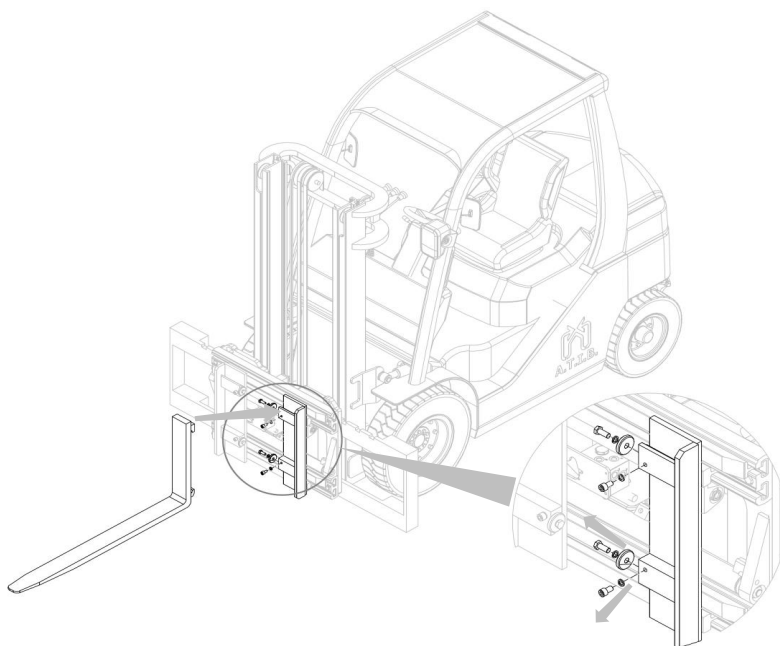

Figura 9
1. Aplicar las horquillas después de desatornillar los topes (mira *Figura 9*), según el ancho de las horquillas, utilice los topes de horquillas más adecuados (laterales o colocados en la parte delantera de las deslizaderas).